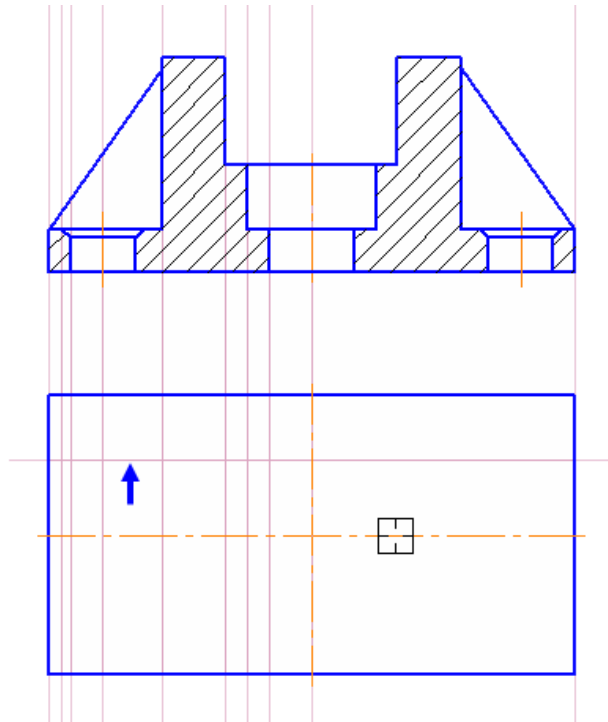

Рисунок 38
- Для точного размещения левого верхнего крепежного отверстия постройте вспомогательную прямую, параллельную горизонтальной оси прямоугольника на расстоянии 14 мм. (рис.38)